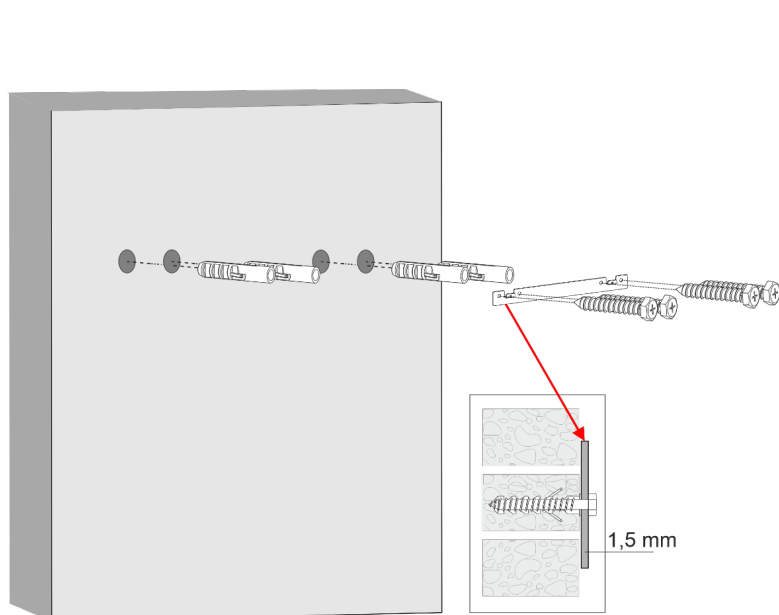

Fig. 18
05) Fissare la **staffa a parete (H)** alla parete con gli appositi tasselli e viti, come illustrato nella Fig. 18.